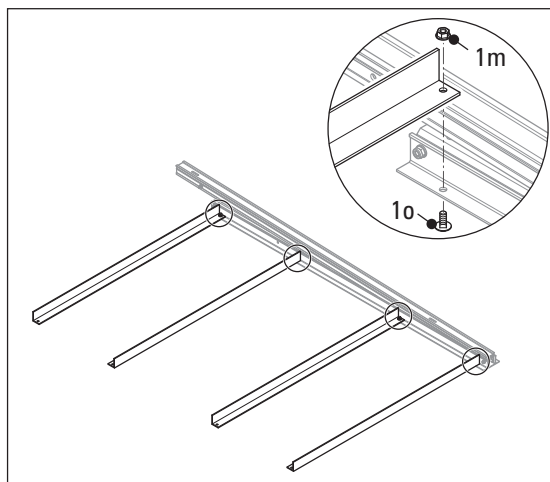

Bild 3-6 Querstreben montieren
- Flachrundschrauben (Pos. 1o) von unten in die vorgebohrten Öffnungen stecken (Lupe Bild 3-6) und Querstreben orthogonal zum Grunddreieck mit den vorgebohrten Schrauböffnungen passend auf die Flachrundschrauben legen (Bild 3-6).
1. Aus dem entsprechenden Erweiterungspaket ein Grunddreieck entsprechend positionieren (siehe Bild 3-6) und nach dem bereits beim Grundpaket beschriebenen Prinzip aufstellen und fixieren.